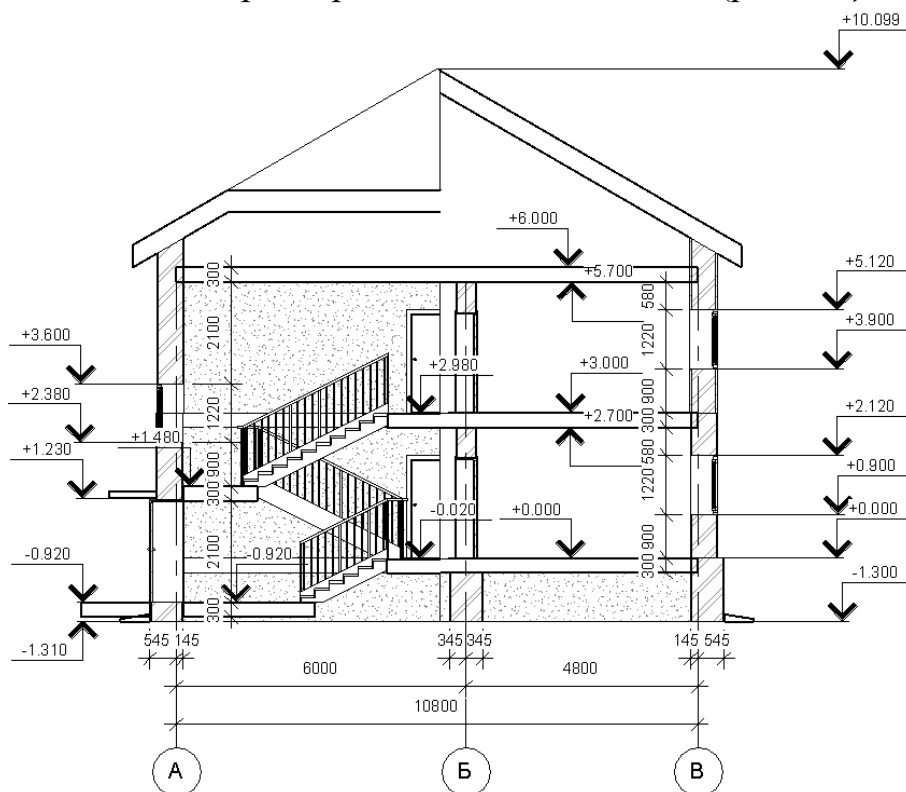

Рис.124
8. Проставить линейные размеры и высотные отметки (рис.124).